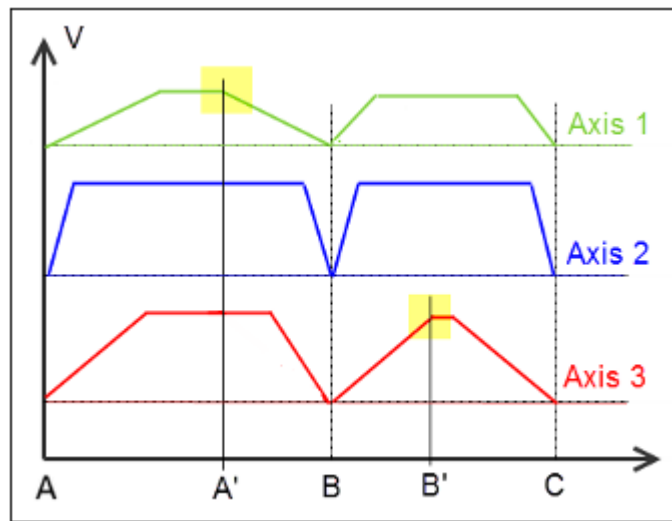

图 7.2 拐角过渡模式
2) 在 PTP 运动模式下，运动拐角过渡点是根据先前计算的两个运动的速度曲线来确定的。在插补运动中有多轴，如图 7.2 所示，点 A' 由第一个轴减速到拐角点 B 的时间决定。点 B' 是最后一个轴从拐角点 B 开始到其加速运动完成的时间来决定的。